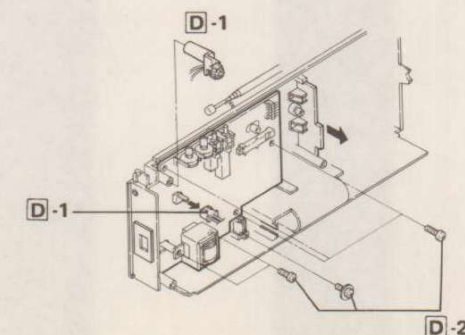

Figure 6-5
- (Refer to Figure 6-5.)
(Siehe Abbildung 6-5.)
(Se reporter à la Figure 6-5.)